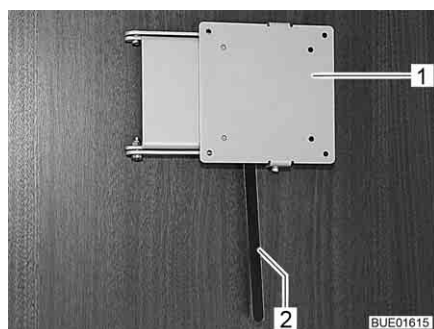

Fig. 77 Support avec levier de déverrouillage
- Pousser le levier de déverrouillage (Fig. 77,2) sur le côté et pivoter le support (Fig. 77,1) et l'écran plat pour les amener en position souhaitée.
- Pivoter l'écran plat en sens inverse, jusqu'à ce que le support (Fig. 77,1) s'enclenche dans le verrouillage.